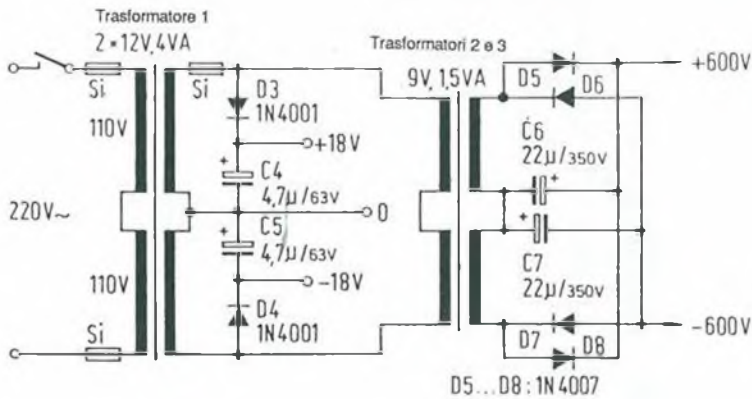

Figura 1. Schema dell'alimentatore: possono essere utilizzati normali trasformatori a bassa tensione.
**L**e tensioni elevate si possono ottenere a spese della corrente di carico, perché così impone la Fisica. Negli alimentatori di piccola potenza è sempre più opportuno scegliere la regolazione con transistor in serie e perciò anche per l'alimentatore ad alta tensione presentato in questo articolo si è fatto ricorso a questa soluzione. La scelta dei componenti non è critica: soltanto il transistor di regolazione in serie deve avere una sufficiente tensione di blocco. Per l'alimentatore (Figura 1) vengono utilizzati normali trasformatori per circuito stampato. Il trasformatore T1 (2 x 12 V/4 VA) garantisce la separazione